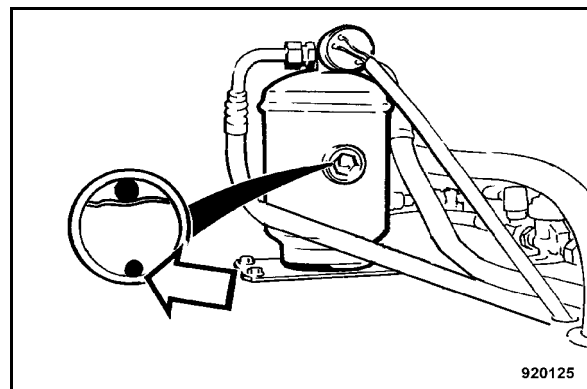

Fig. 159
- Vérifier les perles d'humidité (Fig. 159) dans le regard du dessiccateur.